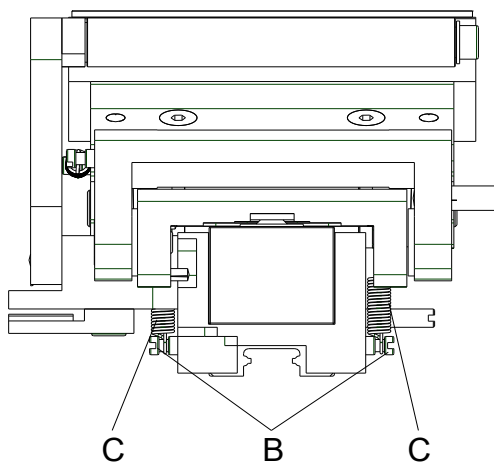

Figura 19
2. Empuje ambos muelles de presión (C, Figura 19) hacia dentro.